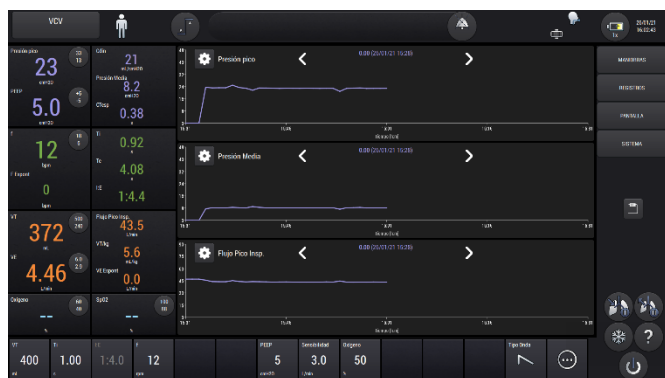

Fig. 13-1 Aspecto de la pantalla de TENDENCIAS.
La presentación de la información es común para todas las categorías, utilizando tres gráficos en pantalla que muestran la evolución de tres parámetros que pueden ser elegidos por el usuario (Fig. 13-1). En el apartado 13.2 *Configuración* se explica cómo cambiar los parámetros mostrados en cada uno de estos grupos.
- Presionando directamente sobre el gráfico se consigue desplazar el cursor (línea vertical de puntos) que muestra la pantalla (Fig. 13-1). Cada posición que ocupa el cursor se corresponde con un valor para el parámetro en cada gráfico, y la hora en que se produjo ese registro. Estos datos se muestran sobre el sector superior del área de los gráficos.